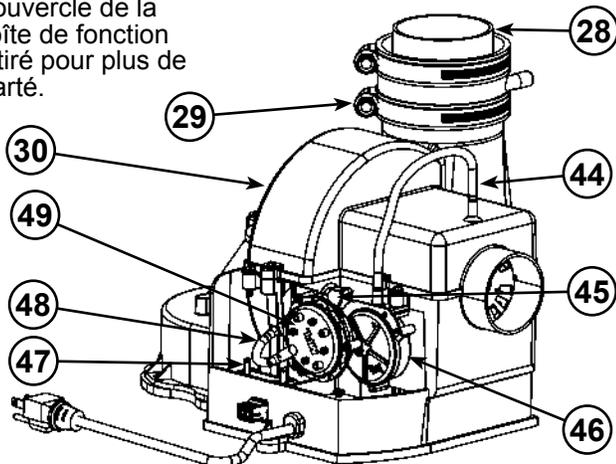

Figure 56
- 28 \*\*\*\*Accouplement en caoutchouc (voir Figure 5) (voir aussi Figure 56)
- 29 Collier de serrage (voir Figure 5) (voir aussi Figure 56)
- 30 \*\*\*Soufflerie et cordon d'alimentation (voir Figure 5) (voir aussi Figure 56)
- 44 Tube d'air (apport) (voir Figure 5) (voir aussi Figure 56)
- 45 Limiteur de température, soufflerie (voir Figure 5) (voir Figure 56)
- 46 Pressostat apport d'air (NF) (dans boîtier) (voir Figure 5) (voir aussi Figure 56)
- 47 Condensateur (voir Figure 5) (voir aussi Figure 56)
- 48 Tube d'air (évacuation) (voir Figure 5) (voir aussi Figure 56)
- 49 Pressostat évacuation (NO) (dans boîtier) (voir Figure 5) (voir aussi Figure 56)